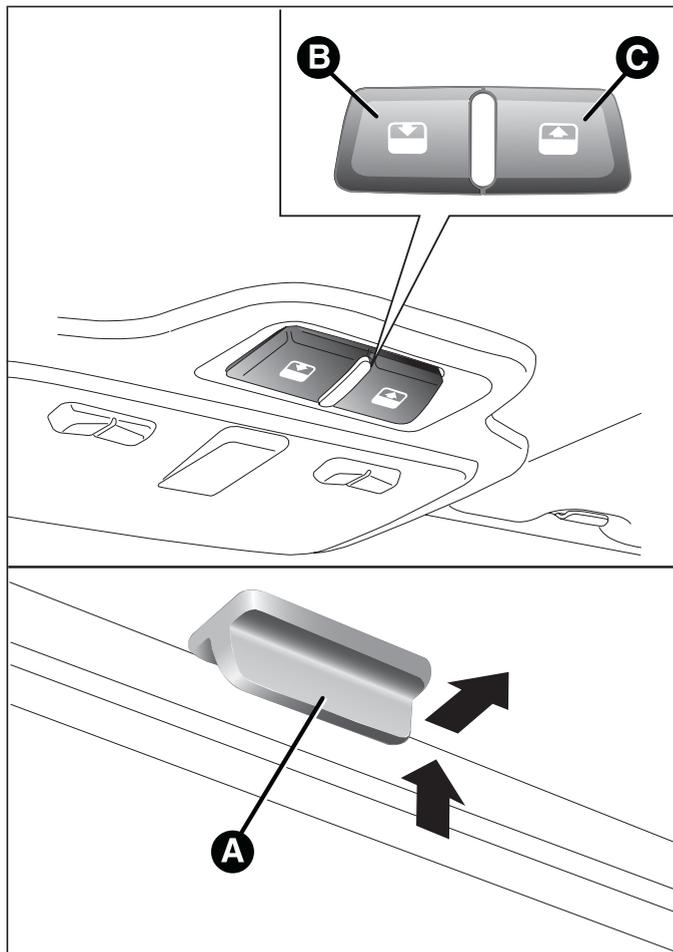

fig. 44
Le toit ouvrant panoramique vitré est composé de deux panneaux de verre dont un fixe à l'arrière et l'autre mobile à l'avant. Ils sont équipés de deux pare-soleil (à l'avant et à l'arrière) actionnables manuellement. Quand le toit est fermé, les pare-soleil peuvent être placés dans n'importe quelle position. Pour ouvrir les pare-soleil, saisir la poignée A fig. 44 et l'accompagner dans le sens indiqué par la flèche jusqu'à la position souhaitée. Pour les fermer, effectuer la procédure inverse.
Le toit ouvrant ne fonctionne que lorsque la clé de contact est sur la position MAR. Les commandes B et C fig. 44 situées sur la platine du plafonnier avant commandent les fonctions d'ouverture/fermeture du toit ouvrant.
Après l'ouverture en position « spoiler », en appuyant sur le bouton C fig. 44 pendant plus d'une demi-seconde, le toit se place automatiquement en position d'ouverture totale. Il est possible d'arrêter le mouvement automatique du toit dans n'importe quelle position souhaitée en appuyant alors sur le bouton (B ou C).
En position d'ouverture complète, appuyer sur le bouton B fig. 44. En appuyant sur le bouton pendant plus d'une demi-seconde, le toit se place automatiquement en position « spoiler ».
De la position « spoiler », en appuyant de nouveau sur le bouton B fig. 44 on obtient la position de fermeture totale.
- appuyer sur le bouton B fig. 44 en position de fermeture ;